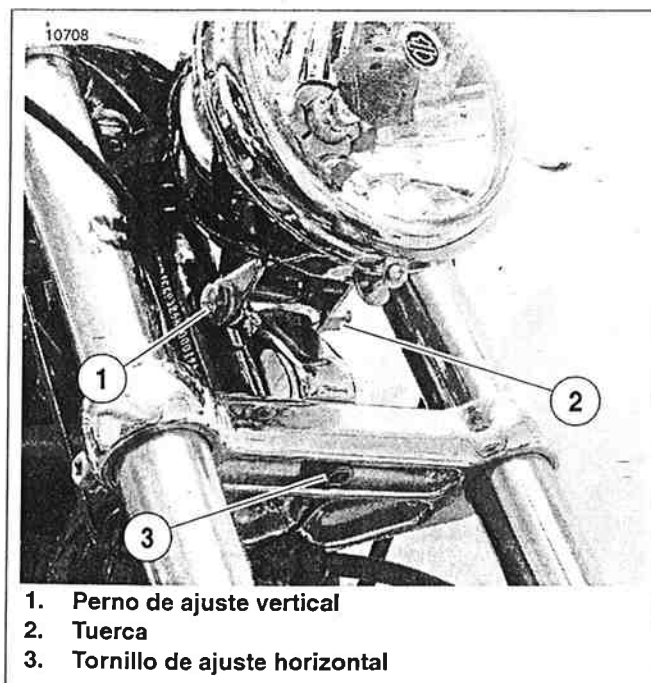

Figura 1-66. Ajuste del faro delantera (modelos Custom)
1. Vea la Figura 1-66. Para ajustar horizontalmente el faro delantero,
- a. Afloje el tornillo de ajuste horizontal (3). Gire el faro delantero hacia la derecha o izquierda lo necesario para dirigir el haz de luz directamente hacia delante.
- c. Afloje el perno (1) y tuerca (2) de ajuste vertical. Incline el faro delantero hacia arriba o hacia abajo para dirigirlo apropiadamente con respecto a la línea horizontal.